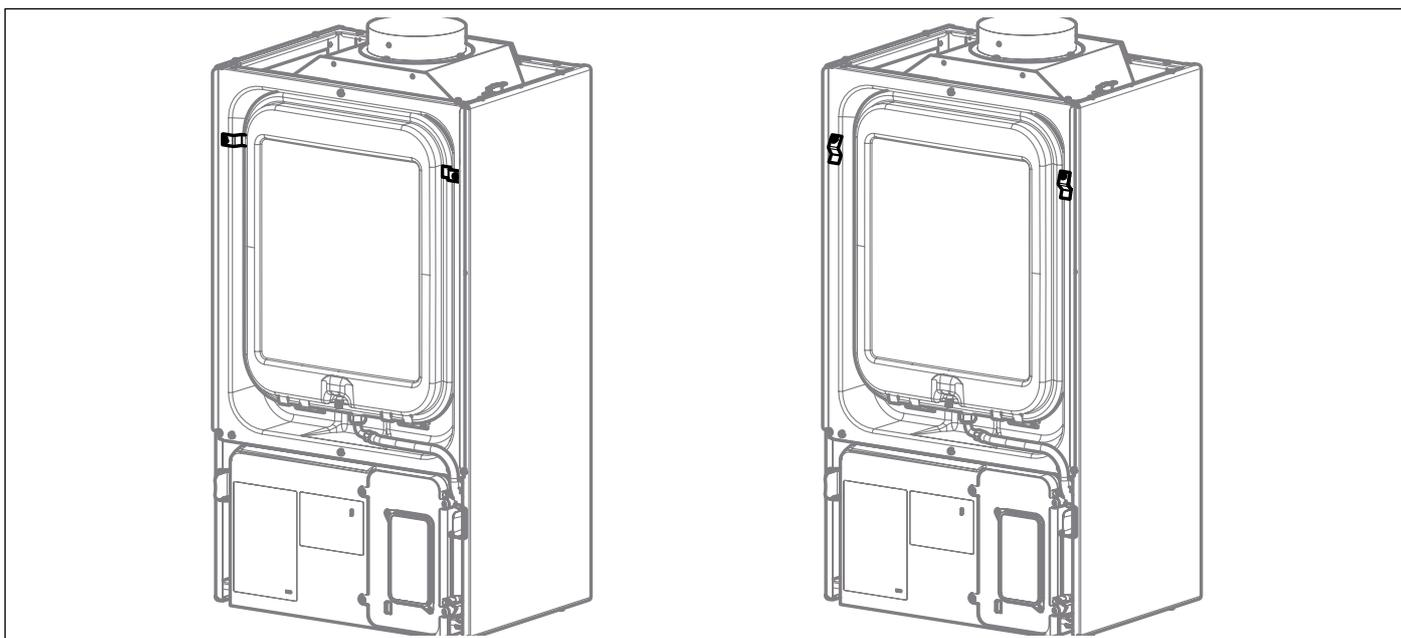
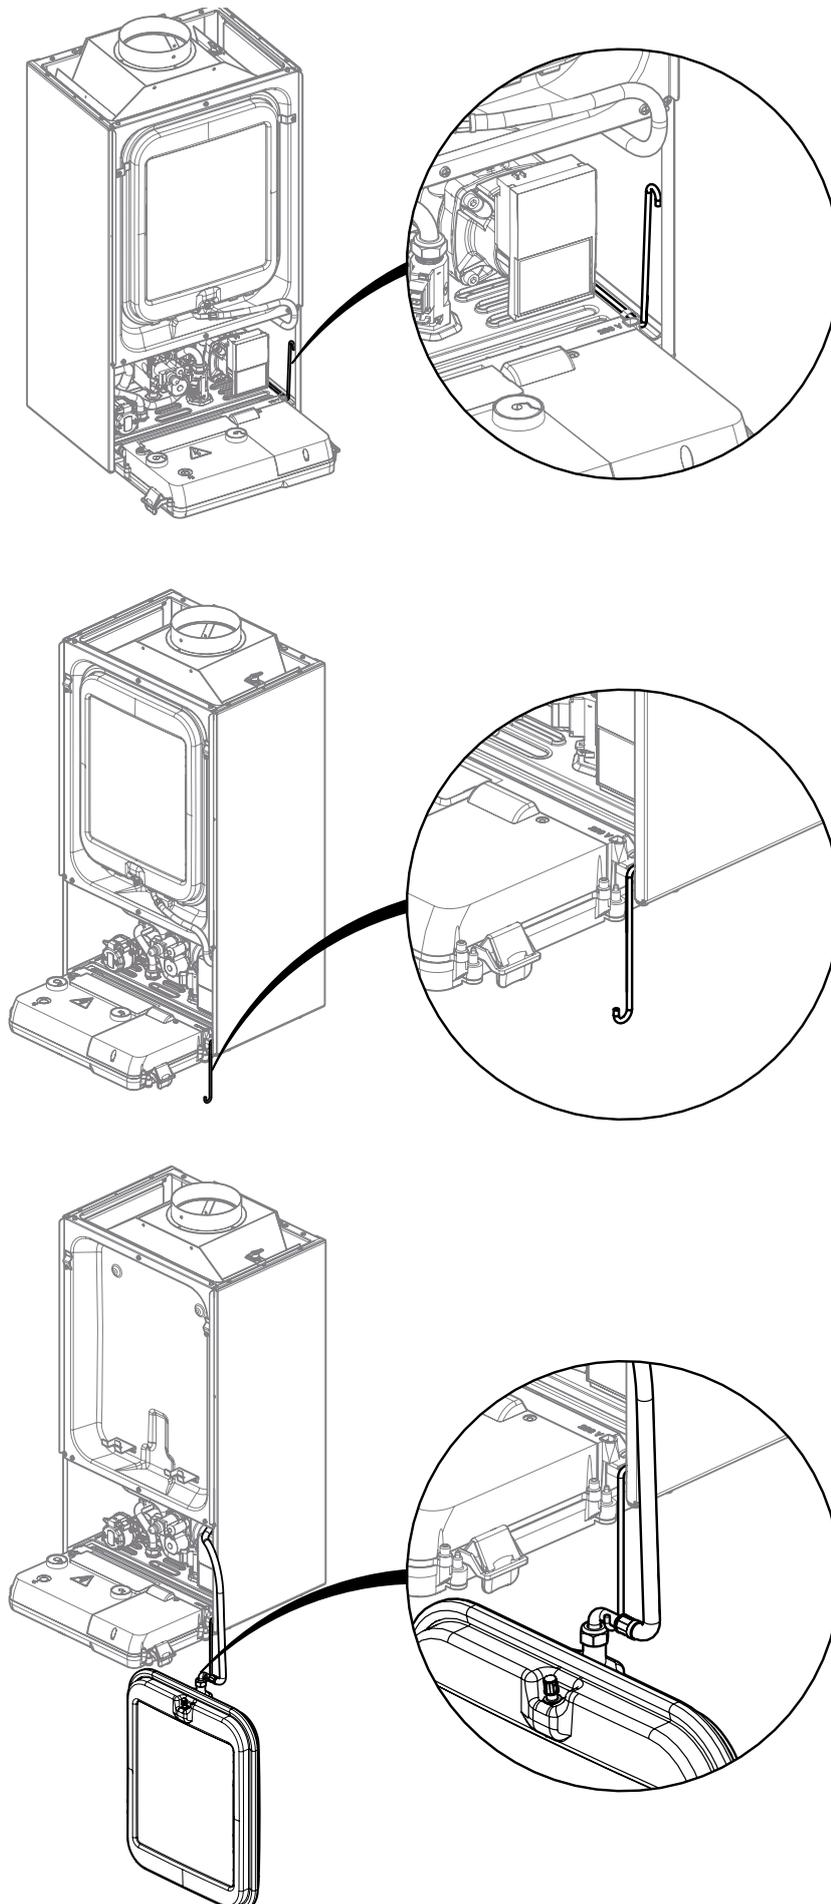

Fig. 21 Smontaggio staffe blocca vaso d'espansione
Fig. 22 Staffa porta vaso d'espansione
- Spostare il vaso di espansione (vedi Fig. 21 Smontaggio staffe blocca vaso d'espansione e Fig. 22 Staffa porta vaso d'espansione).